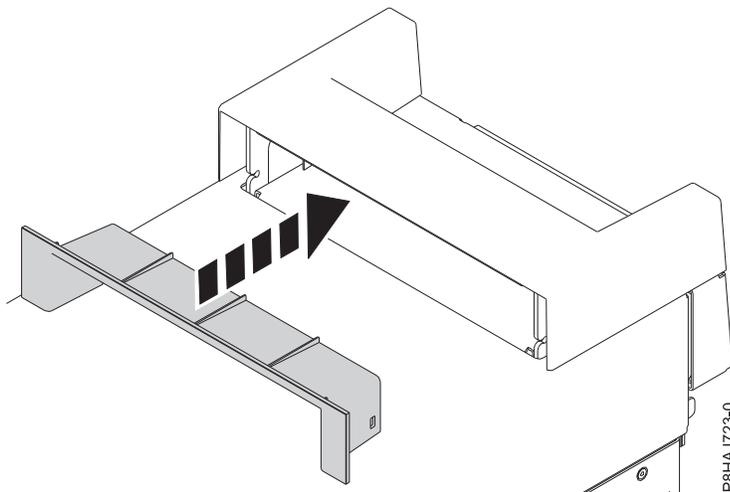

Abbildung 21. Element innerhalb der Griffabdeckung bei einem eigenständigen System vom Typ 8286-41A einsetzen
2. Setzen Sie das Element innerhalb der Griffabdeckung ein, indem Sie es fest in die Griffabdeckung drücken (siehe Abb. 21).